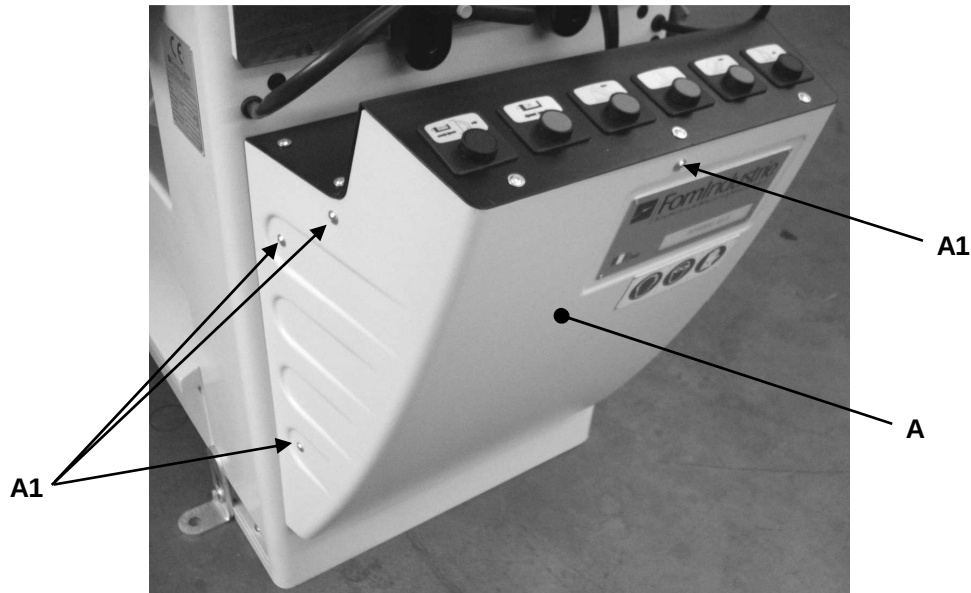

Fig. 10-09
- 2) Extraire le carter avant "A" du tableau de commande en dévissant les 7 vis de fixation "A1", 3 vis sur le côté gauche, 3 vis sur le côté droit et 1 vis sur le côté antérieur (Fig. 10-09).
- 8) Replacer le carter avant "A" du tableau de commande à l'aide des 7 vis de fixation "A1" (Fig. 10-09).